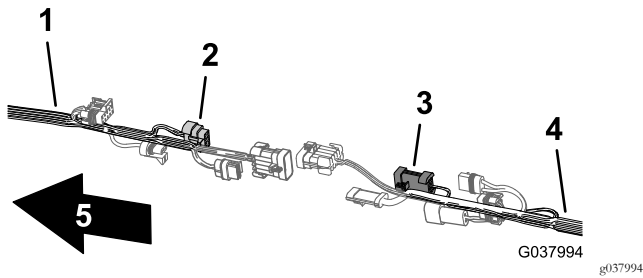

Figure 108
4. Branchez le connecteur à 8 broches du faisceau avant pour l'interconnexion du faisceau du pulvérisateur au connecteur à 8 douilles du faisceau arrière pour l'interrupteur de régulation de débit (Figure 108).